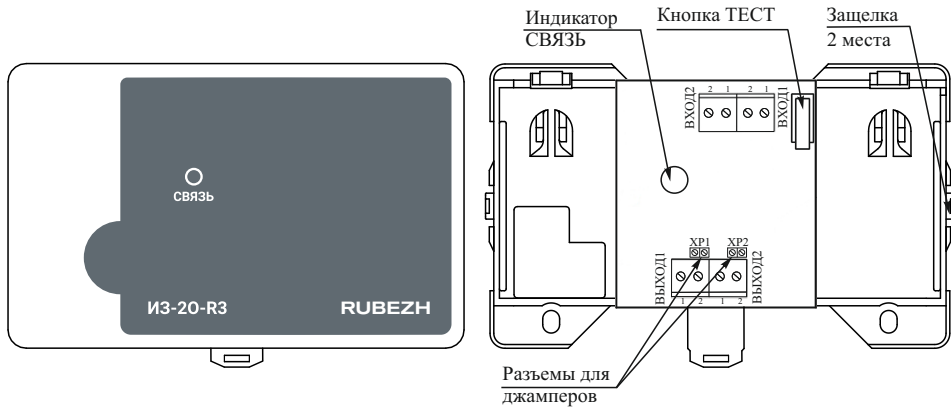

Рисунок 1
5.10 Для согласования с основной АЛС длины ответвления и количества подключенных адресных устройств на ответвлении на плате изолятора имеются джамперы и разъемы «XP1», «XP2» (рисунок 1). Джамперы рекомендуется устанавливать на разъемы при длине ответвления более 20 м и количестве подключенных адресных устройств на ответвлении не более 3 шт.